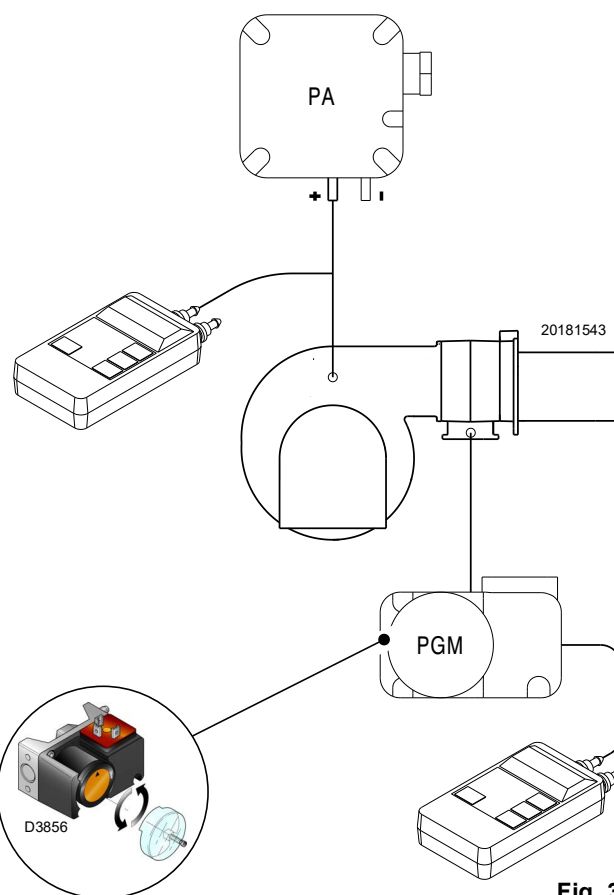

Fig. 37
- Régler le pressostat gaz seuil maximum (Fig. 37) en fin d'échelle.
Effectuer le réglage du pressostat gaz seuil maximum (Fig. 37) après avoir effectué tous les autres réglages du brûleur avec le pressostat gaz seuil maximum réglé en fin d'échelle.